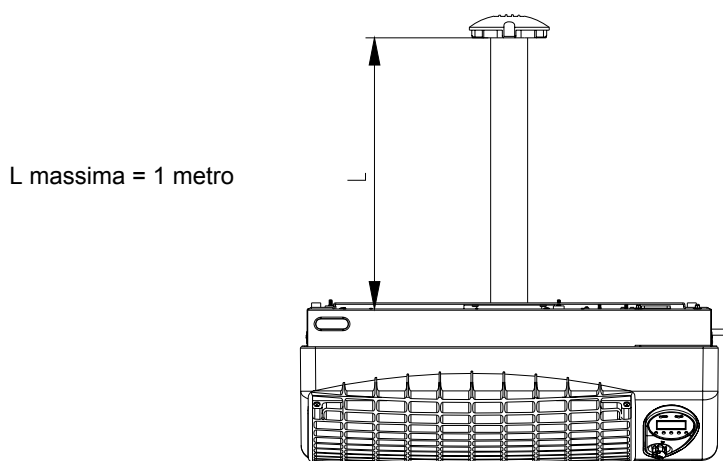

Figura 5 – Installazione con tubi coassiali
- Con tubi coassiali con uscita sulla parete di installazione (lunghezza massima tubi 1 metro) (vedi Figura 5).